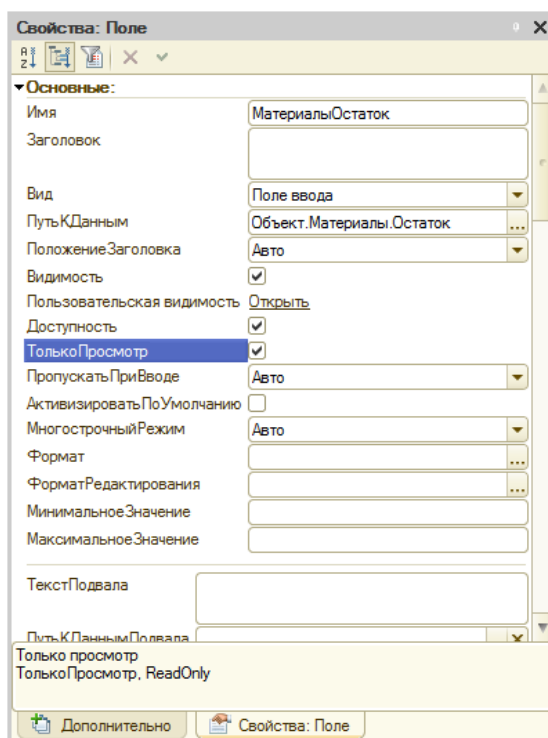

Рисунок 17.2- Запрет редактирования поля пользователем
5. В полях **Остаток** и **Себестоимость** пользователь должен увидеть текущие сведения об остатках и себестоимости выбранной номенклатуры, которая числится за выбранным в реквизите документа ответственным лицом. Эти поля должны быть недоступны для редактирования, так как играют лишь вспомогательную, информационную функцию. Для этого у полей **МатериалыОстаток** и **МатериалыСебестоимость** установим свойство **ТолькоПросмотр**, Рисунок 17.2